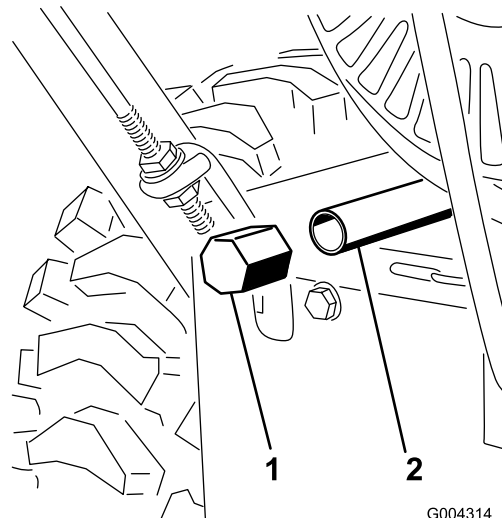

Figure 33
3. Nettoyez la surface autour du bouchon de vidange d'huile (Figure 33).
4. Placez un bac de vidange sous le tube de vidange et retirez le bouchon (Figure 33).